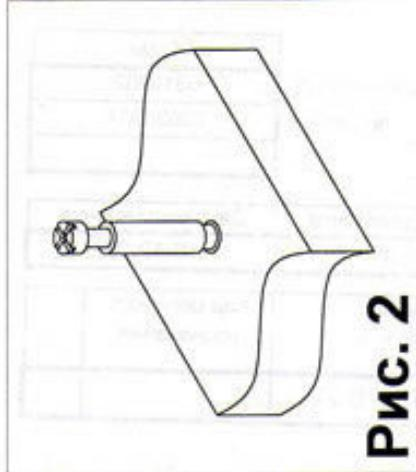

Рис. 2
2. Закрутить в муфты столешницы 6 дюбеля стяжек-растекс (4) (см.рис. 2) и соединить столешницу 6 с каркасом стола (детали 1 и 2). Фиксацию стяжек-растекс (3) произвести путем поворота их по часовой стрелке.
3. Прикрутить направляющие (7) винтами (8) к стойкам ящика 7 и 8.